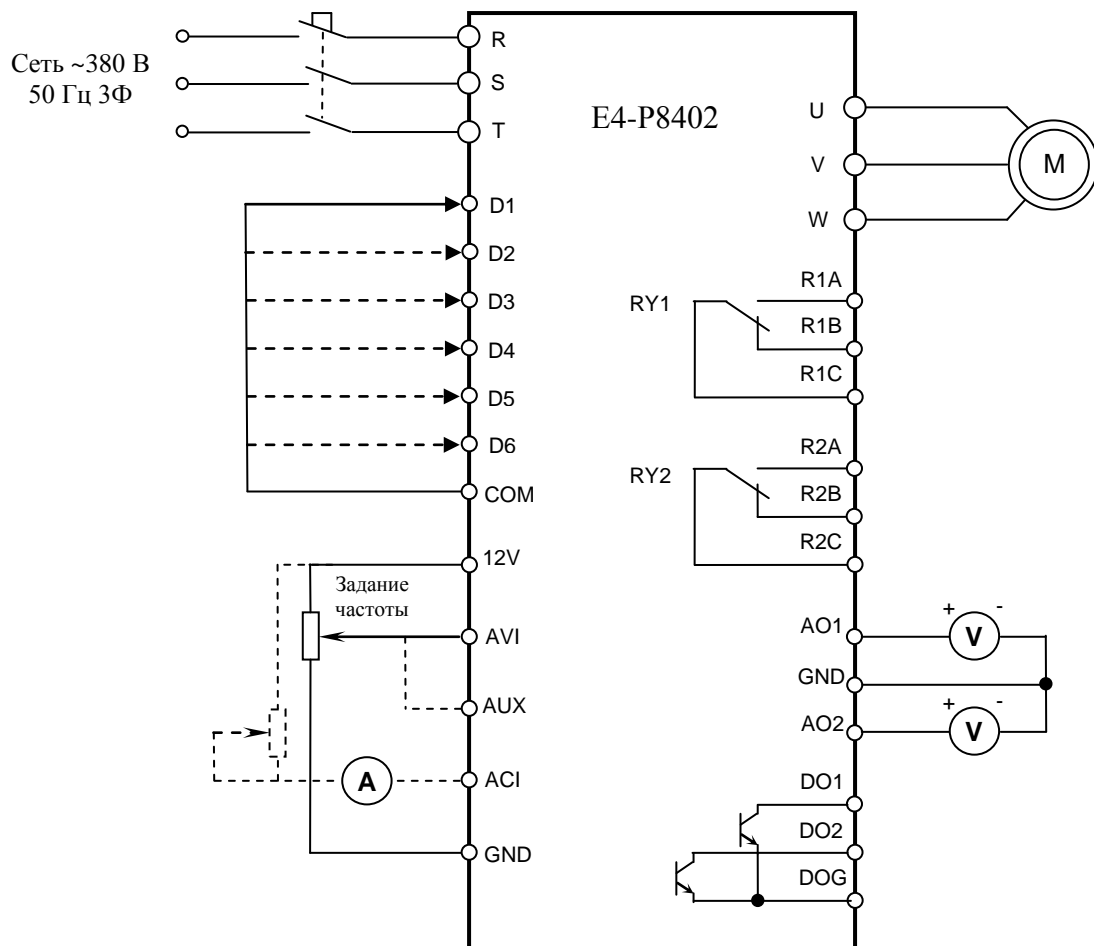

Рис. 4.15. Диагностика входных и выходных цепей управления преобразователя E4-P8402.
4.12.1. Подключить электродвигатель к выходным клеммам U, V, W (рис.4.15).
4.13.2. Подключить потенциометр к входным клеммам управления 12V, AVI, GND. Подключить один из концов проволочной перемычки к клемме COM (рис. 4.15.).
4.13.3. Подключить электродвигатель соответствующей мощности к выходным клеммам U, V, W. (рис. 4.15).
4.13.15. Установить ручку потенциометра в среднее положение. Отсоединить 2 провода потенциометра от клемм AUX и GND. Подключить мультиметр в режиме измерения постоянного тока последовательно с переменным резистором к клемме ACI (рис. 4.15). Установить переменным резистором ток в цепи = 4 мА. Плавно увеличивая ток от 4 мА до 20 мА проконтролировать изменение опорной частоты от 0 до 50 Гц.